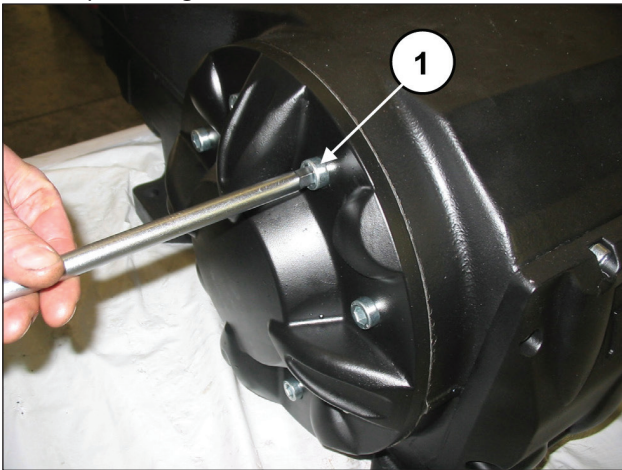

Fig. 4
No lado oposto, solte os parafusos de fixação da tampa do mancal (pos. ①, Fig. 4) e remova-o.